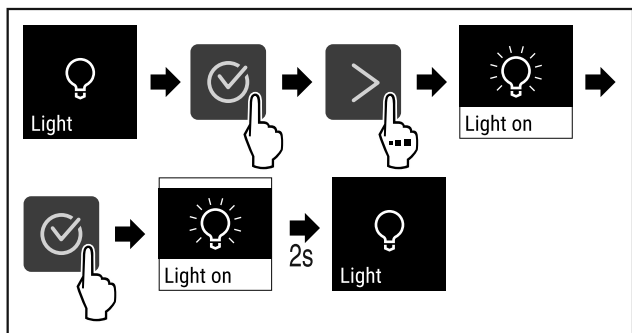

Fig. 69
- ▶ Wykonać czynności (patrz Fig. 69) .